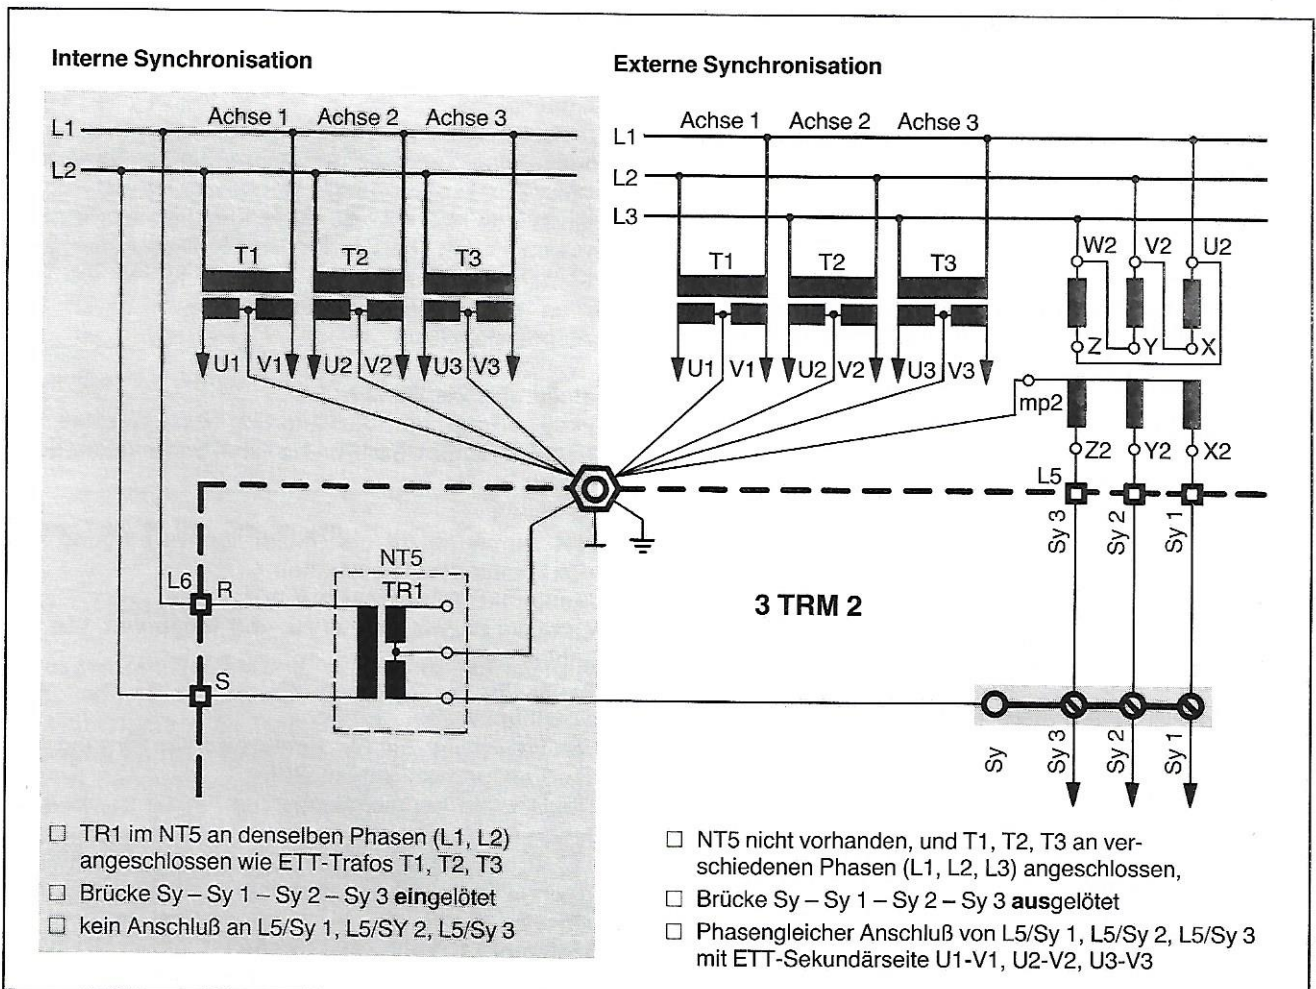

Abb. 8: Gegenüberstellung von interner (schraffierte Fläche) zu externer Synchronisation
Die interne Synchronisierung ist nur dann möglich, wenn der Netzteiltransformator im Netzteil NT5 mit den ETT-Leistungstransformatoren T 1, T 2 und T 3 an denselben Phasen angeschlossen ist (siehe Abb. 8).
b.) die Leistungstransformatoren ETT zur besseren Lastverteilung, an unterschiedliche Phasen angeschlossen sind (siehe Abb. 8).